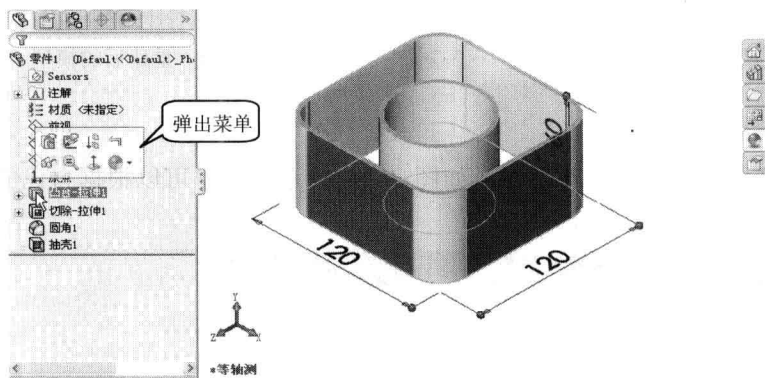

图 1-20 修改草图 1 尺寸数值
- (1) 在特征树上单击“凸台-拉伸 1”，在弹出的快捷菜单中单击“编辑草图”按钮 (如图 1-20 所示)，图形区中显示草图 1 的图形及尺寸。
- (2) 双击水平尺寸数值“120”，将其改为“180”。